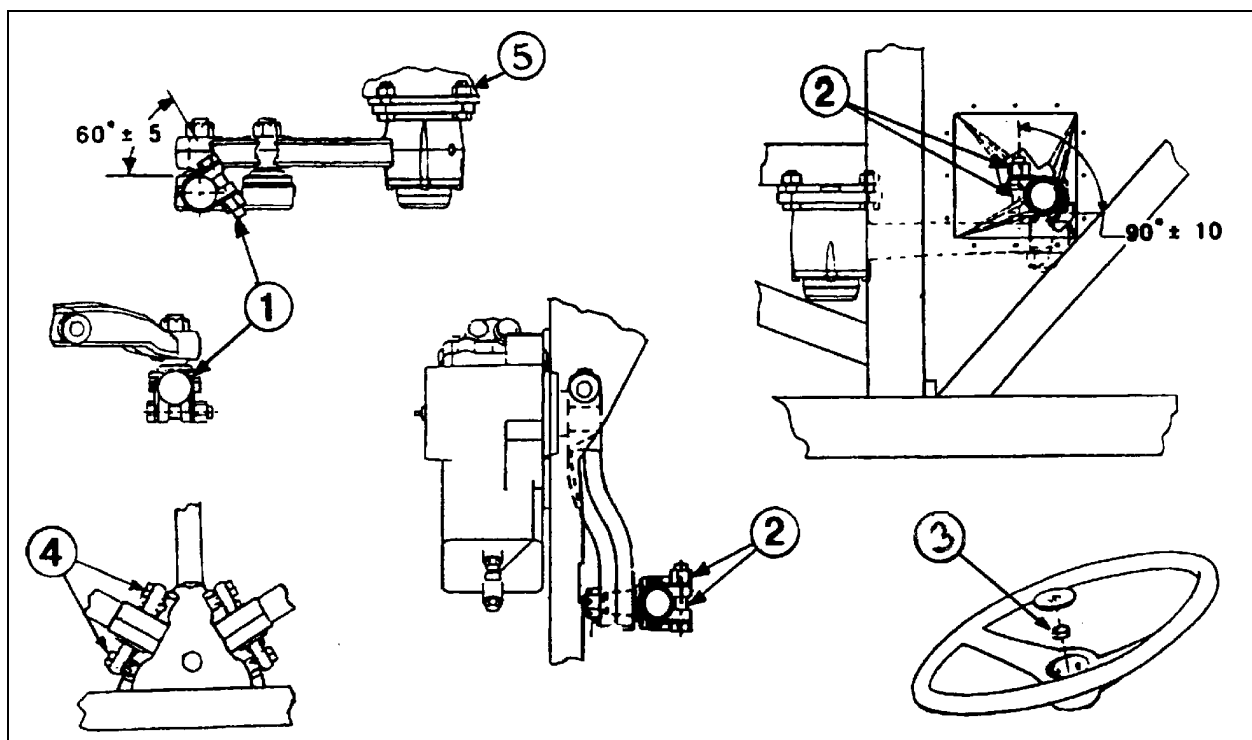

FIGURE 11 : RÉFÉRENCE POUR LES COUPLES DE SERRAGE (TABLEAU CI-DESSOUS)
7. Centrer le volant (enlever le volant et le remettre centré avec la direction). Resserer le volant au bon couple de serrage (voir figure 11).
15. Resserer tous les boulons au bon couple de serrage (voir figure 11).